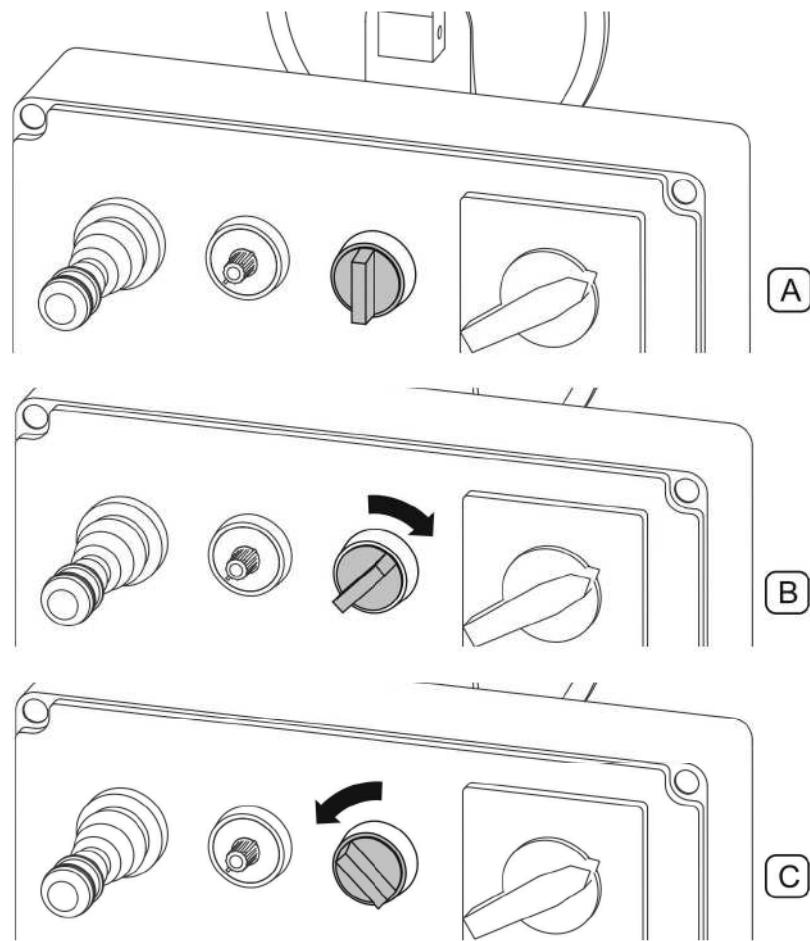
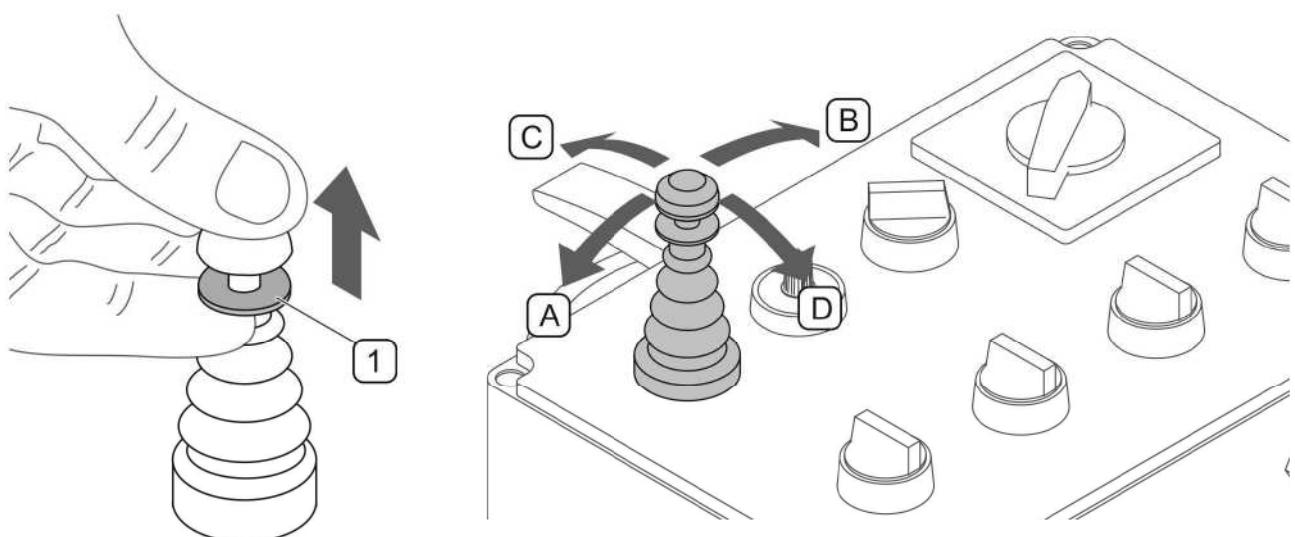

РИСУНОК 4.10А Выключатель подметающего механизма
РИСУНОК 4.13А Управление подъемом и опорожнением бункера для мусора
Для включения, выключения и подъема подметающего механизма служит трехпозиционный выключатель (РИСУНОК 4.10А). Переключение выключателя влево (С) "подметание") приводит к опусканию подметающего механизма до рабочего положения и включению привода щеток. Чтобы выключить привод щеток, необходимо переключить выключатель снова в центральное положение (А). Чтобы поднять подметающий узел, необходимо переключить выключатель вправо (В) в положение "подъем" и придержать в этом положении. Выключатель не имеет фиксации в положении (В) "подъем", отпущеный выключатель возвращается в центральное положение "выключен".
(1)- отблокирование многофункционального рычага; (A)- закрытие бункера для мусора; (B)- открытие бункера для мусора; (C)- подъем бункера; (D)- опускание бункера;
Подъем и опускание, открытие и закрытие бункера для мусора следует выполнять при выключенном подметании (РИСУНОК 4.10А положение А). Открытие, закрытие, подъем и опускание бункера для мусора осуществляется с места водителя при помощи многофункционального рычага (РИСУНОК 4.13А). В нейтральном положении рычаг заблокирован от случайного включения. Для отблокировать рычаг нужно подтянуть вверх кольцо (1) на стержне рычага.
Подъем бункера позволяет выгружать мусор непосредственно в кузов прицепа. Чтобы поднять бункер необходимо перевести рычаг (РИСУНОК 4.13А) вперед (C) и поднять бункер на необходимую высоту. Маневрируя трактором, установить бункер над местом выгрузки и открыть.